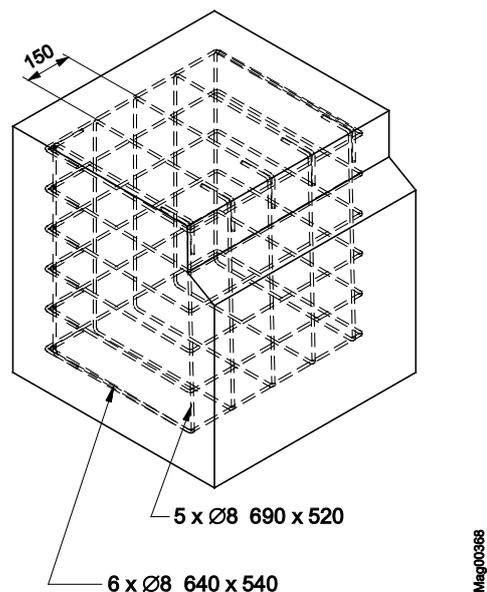

Abb. 14: Armierungsgeflecht Access XL (Maße in mm)
2. Armierungsgeflecht gemäß Abb. 14 im Fundamentloch verlegen.